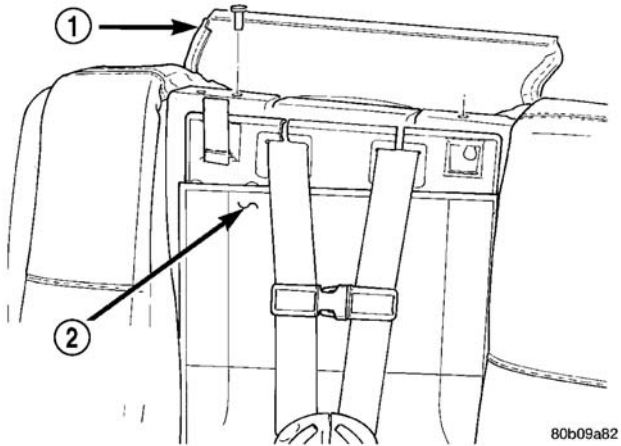

图 3 儿童约束防护座椅上螺钉
- (6) 拆卸将模块顶部固定到座椅靠背框上轨的螺钉（图 3）。
- （4）安装将模块顶部固定到座椅靠背框上轨的螺钉（图3）。紧固螺母至 7 N·m (62 in.lbs.) 的扭矩。